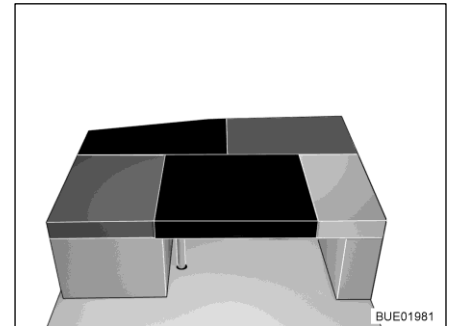

Fig. 171 Después de la transformación
- Colocar el cojín adicional rectangular en la mesa (entre el cojín del asiento y el cojín del respaldo del asiento lateral, véase Fig. 171).